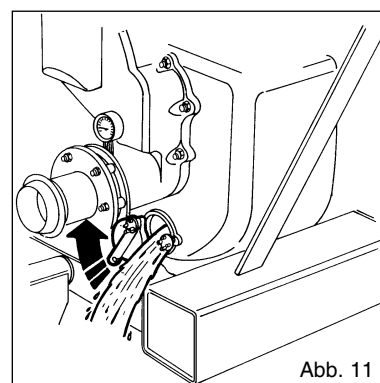

Abb. 11
Den Pumpenkörper nicht mit Flüssigkeit gefüllt lassen. Durch die Klappe (Abb. 11) entleeren. In den Wintermonaten könnte die Pumpe einfrieren, was zu Beschädigungen derselben führen kann. Bei gefährlichen Flüssigkeiten vor dem Entleeren des Pumpenkörpers die erforderlichen Maßnahmen zur Vermeidung von Beschädigungen und Unfällen ergreifen. In regelmäßigen Abständen die Welle drehen, um Verkrustungen im Innern der Pumpe zu vermeiden.
- Entleeren Sie den Pumpenkörper von der gepumpten Flüssigkeit durch die Auslassklappe (Abb. 11).